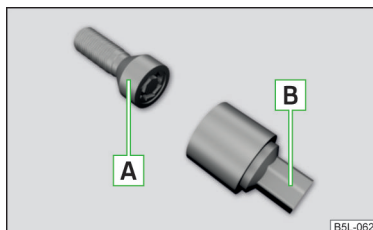

Abb. 240
Die Anti-Diebstahl-Radschrauben schützen die Räder vor einem Diebstahl. Diese lassen sich ausschließlich mit dem Aufsatzstück  » Abb. 240 lösen/festziehen.
- Den Radschlüssel bis zum Anschlag auf die Radschraube stecken. Für die Anti-Diebstahl-Radschrauben das zugehörige Aufsatzstück verwenden » Abb. 240 auf Seite 217.